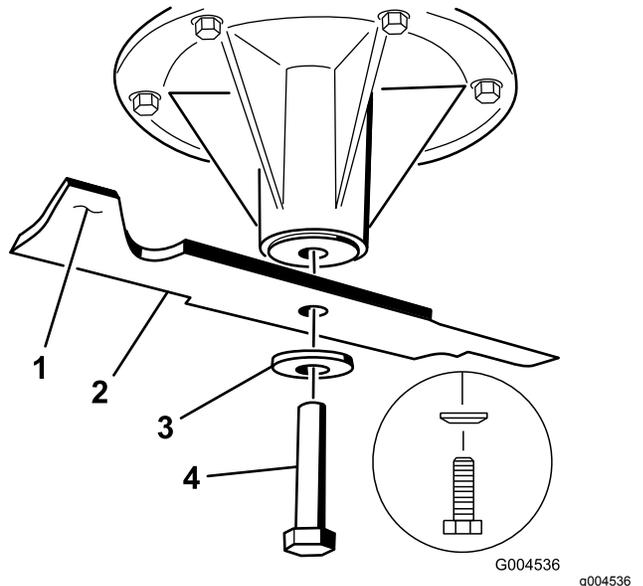

Figura 106
2. Retire del eje el perno de la cuchilla, la arandela curva y la cuchilla (Figura 106).
1. Instale la cuchilla en el eje (Figura 106).
2. Instale la arandela curva y el perno de la cuchilla (Figura 106).